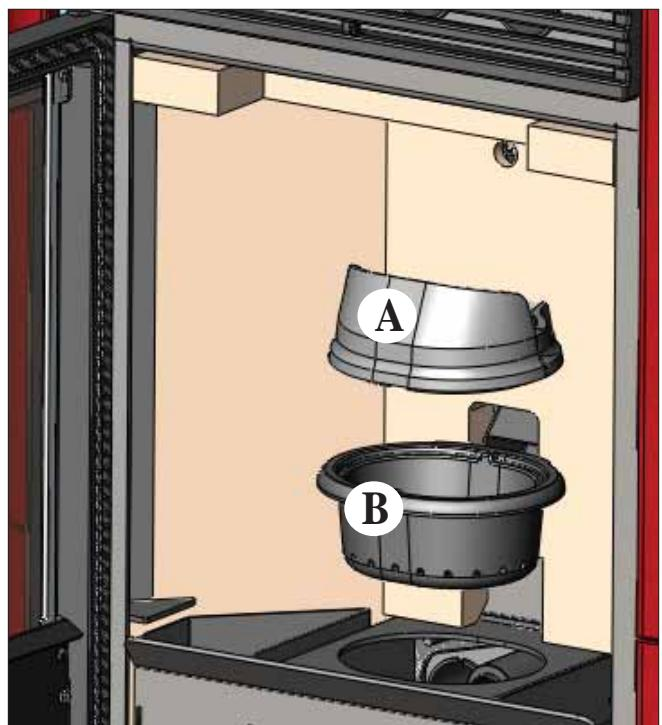

fig. 1
Après le nettoyage normal, il est PRIMORDIAL d'assembler correctement le creuset supérieur (A) (fig. 1) avec le creuset inférieur (B) (fig. 1) afin de ne pas compromettre le bon fonctionnement du poêle.